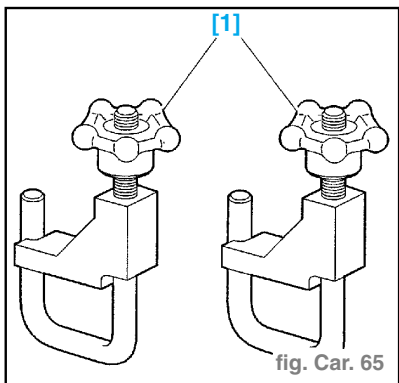

fig. Carr. 65
- (fig. Carr. 65)
- Pincer les durits (1) et (2) à l'aide de l'outil [1]. (fig. Carr. 65 et 66)